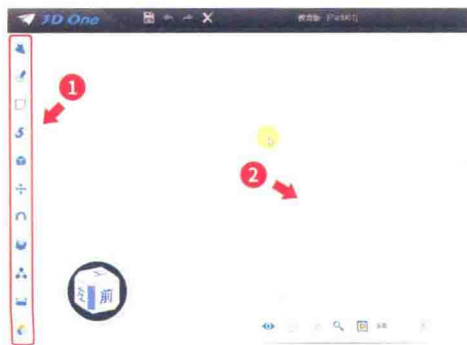

图 1.3 3D One 软件界面
打开软件之后，就会出现如图 1.3 所示的界面。
我们在电脑里建模时，也需要很多画图工具，软件里左边那一栏，就是我们的【工具栏】，如图 1.3 箭头①所指区域所示。要想把你脑海里想象的 3D 图形绘制出来，就必须对每一个工具了如指掌。
而在建模软件的界面里，图 1.3 箭头②所指的一大片【网格】区域，就是我们建模时的【画布】。我们的 3D 图形，就是在网格上一点一点绘制出来的。